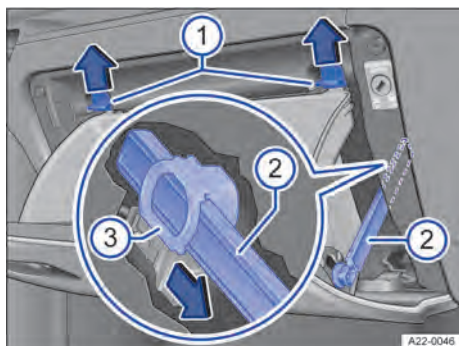

Fig. 168 Cobertura da caixa de fusíveis no painel de instrumentos: veículos com direção à esquerda, no lado do passageiro dianteiro (representação esquemática).
2. Introduzir a cremalheira → Fig. 168 ② no elemento de travamento → Fig. 168 ③.
3. Pressionar o porta-luvas cuidadosamente para frente além da resistência do pino de batente → Fig. 168 ①.
1. Abrir o porta-luvas e, conforme o caso, esvaziá-lo → Fig. 168.
2. Pressionar os pinos batente para cima no sentido da seta e ao mesmo tempo abrir mais o porta-luvas → Fig. 168 ①.
3. Retirar a cremalheira → Fig. 168 ② do elemento de travamento → Fig. 168 ③.